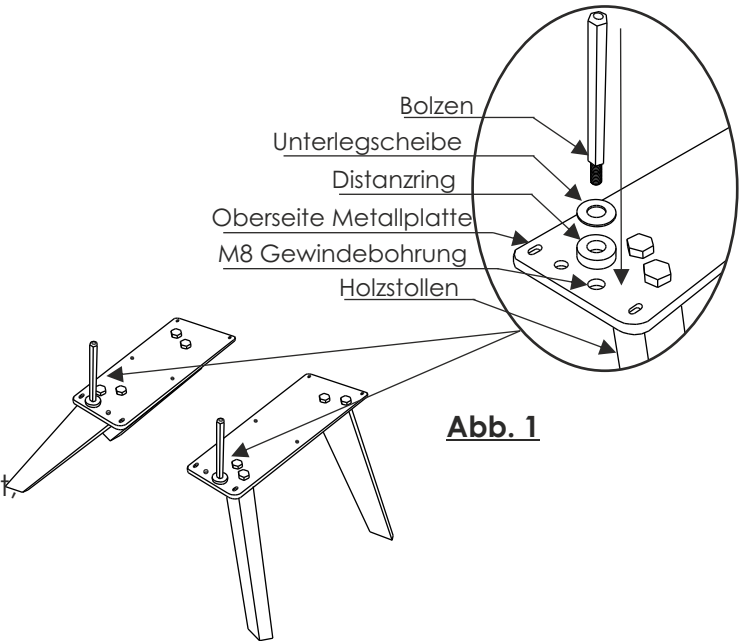

Abb. 1
2. Drehen Sie, wie in Abbildung 1 dargestellt, die Bolzen auf der Oberseite der Metallplatte in das M8 Gewinde ein. Legen Sie zwischen Bolzen und Metallplatte je eine Unterlegscheibe und einen Distanzring. (Abb. 1)